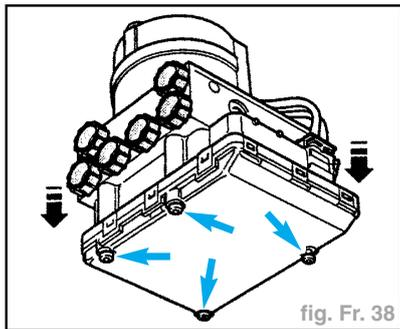

fig. Fr. 38
- Dévisser les vis Torx extérieures E5 de l'appareil de commande et retirer l'appareil de commande (fig. Fr. 38).